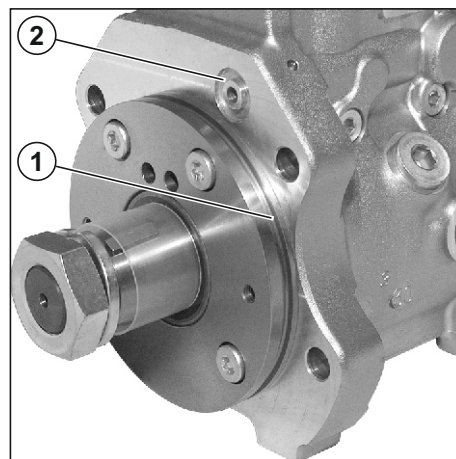

Рис. 108. Установка кольцевых уплотнений насоса топливного.
1. Установить на посадочный фланец насоса топливного (см. **Рис. 108**) кольцо резиновое (1) (650.1111047), предварительно смазав его маслом.
2. Установить в канавку на фланце прокладку-кольцо (2) (312384), предварительно смазав ее маслом.